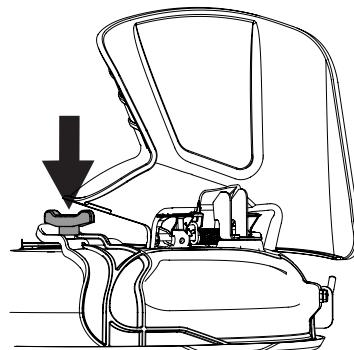

Figura 6
3. Asegure el tapón para abono en su lugar con la perilla de aletas. Consulte la Figura 6.